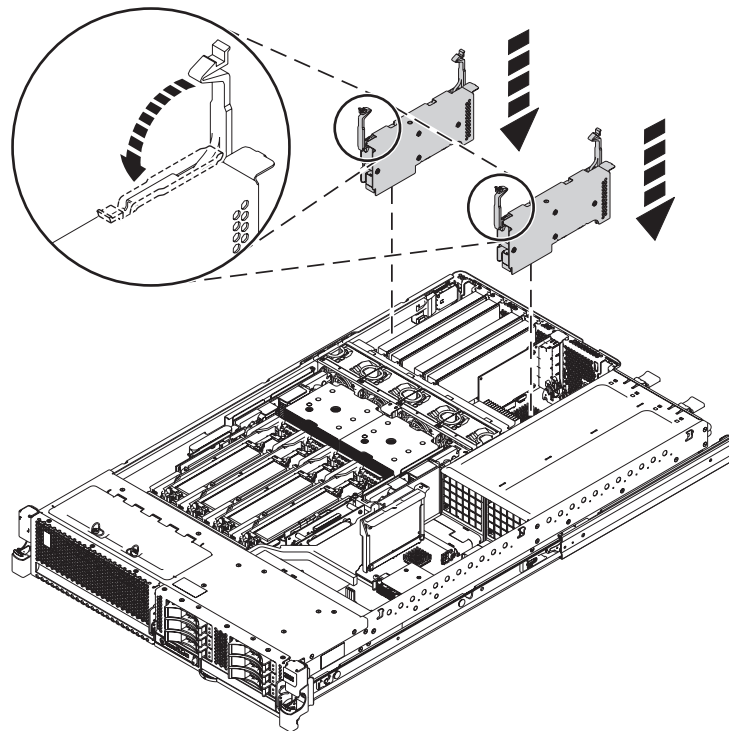

Figure 2. Installation d'un adaptateur dans un système 31E/2B monté en armoire
10. Préparez l'installation du nouvel adaptateur en mettant les taquets sur l'adaptateur et sur son emplacement en position ouverte, comme illustré dans la Figure 2.
13. Faites pivoter les taquets en position verrouillée, comme indiqué dans la figure 2.